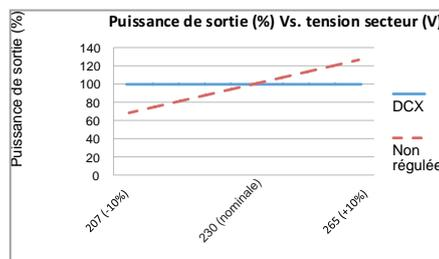
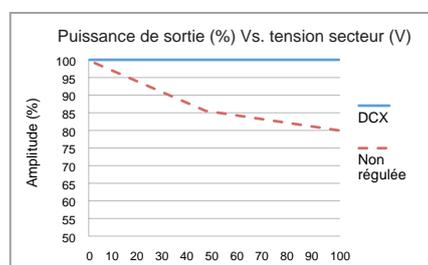

Figure 2
Figure 3
- Régulation** – Le contrôle d'amplitude en boucle fermée conserve une amplitude de sortie précise en corrigeant les perturbations de la tension de ligne (fig. 2) et de la charge de puissance de sortie (fig.3). Le contrôle d'amplitude constant nécessite également une force moindre pour fournir la puissance de sortie, ce qui permet d'obtenir une cohésion de soudage accrue, des bavures réduites et une déflexion moindre des pièces à paroi fine.